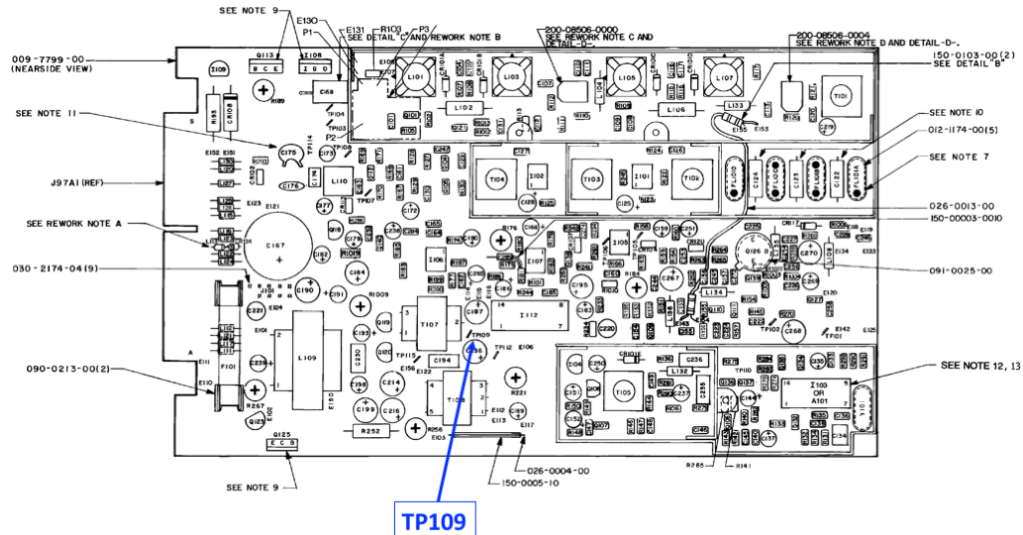

Figure 6.4.7.
- Brancher la sonde jaune de l'oscilloscope au point TP109 de la radio (voir figure 6.4.7. ci-dessous) :